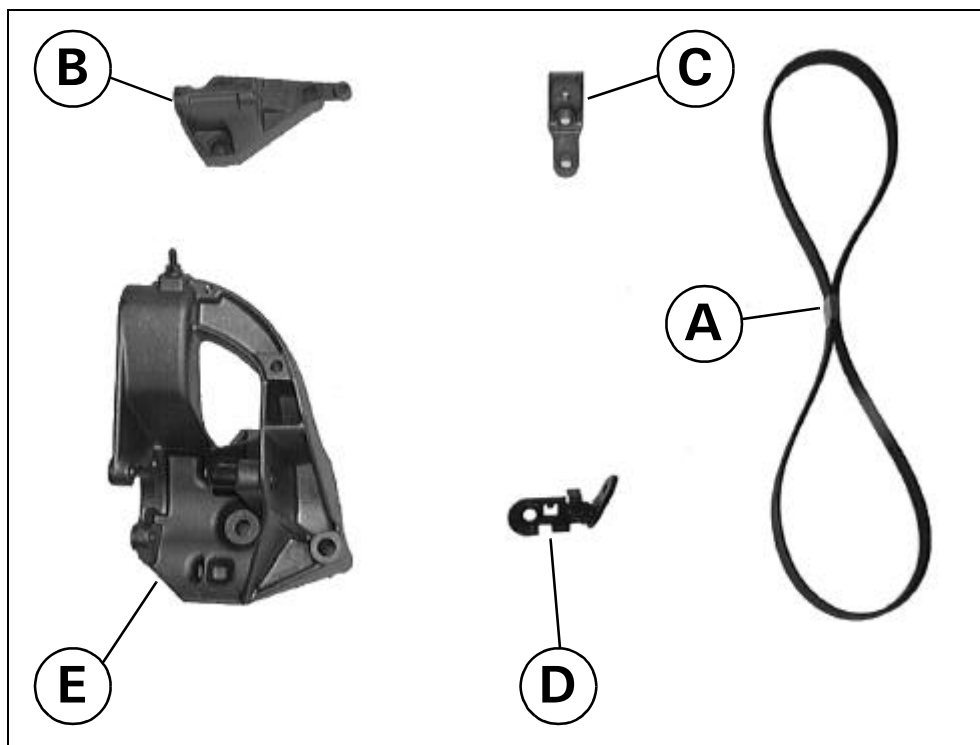

FIG. 2A
- Smontare ed eliminare la cinghia di trasmissione (part. A di fig.2A).
- Smontare ed eliminare il supporto alternatore (part. B di fig.2A).
- Smontare ed eliminare il supporto del contrappeso motore (part. C di fig.2A).
- Scollegare i tubi olio dalla pompa idroguida ed eliminare il supporto (part. D di fig.2A).
- Smontare ed eliminare il supporto: pompa idroguida completo di vite regolatrice tirocinghia (part.E di fig.2A).
- Eliminer le courroie de transmission (part. A fig. 2A).
- Eliminer le support alternateur (rep. B de la fig. 2A)
- Eliminer le support du contrepoids moteur (rep. C de la fig.2A).
- Déconnecter les tuyaux pour huile de la pompe de direction assistée et éliminer le support (rep. D de la fig. 2A).
- Eliminer l'ensemble support pompe de direction assistée et vis de réglage tendeur de courroie (rep. E de la fig. 2A).
- Remove and discard the driving belt (part A fig. 2A).
- Discard the alternator support (part B of fig. 2A).
- Discard the engine weight support (part C of fig. 2A).
- Disconnect the oil pipes from the power steering pump and discard the support (part D of fig. 2A).
- Discard the power steering pump support with the tightener adjusting screw (part E of fig.2A).
- Den Antriebsriemen ausbauen und entfernen (Teil A der Abb. 2A).
- Den Drehstromgenerator-Halter ausbauen und entfernen (Teil B der Abb.2A).
- Den Halter des Motor-Gegengewichtes ausbauen und entfernen (Teil C der Abb.2A).
- Die Ölschläuche von der Servolenkungspumpe lösen und den Halter entfernen (Teil D der Abb.2A).
- Die Halterung der Servolenkungspumpe - komplett mit Regulierungsschraube zur Riemenspannung - ausbauen und entfernen (Teil E der Abb.2A).
- Desmontar y eliminar la correa de transmisión (parte A de la fig. 2A).
- Desmontar y eliminar el soporte del alternador(parte B de la fig. 2A).
- Desmontar y eliminar el soporte del contra peso del motor(parte C de la fig. 2A).
- Desconectar los tubos del aceite de la bomba de la servo dirección y eliminar el soporte (parte D de la fig. 2A).
- Desmontar y eliminar el soporte: bomba de la servo dirección incluyendo tornillo regulador tirocorrea (parte E de la fig. 2A).